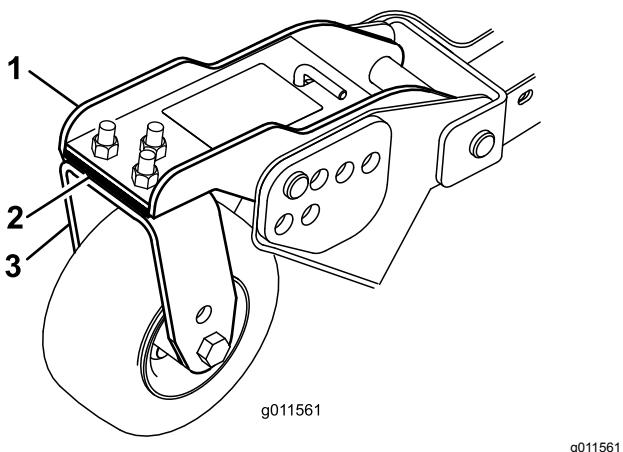

Figura 31
3. Si el borde interior de la unidad de corte lateral está demasiado alto respecto al borde exterior de la unidad de corte delantera, retire un suplemento de 3 mm de la parte inferior del brazo interior delantero de la rueda giratoria en la unidad de corte lateral (Figura 31). Vuelva a comprobar la medida entre los bordes exteriores de ambas unidades de corte laterales y el borde interior de las unidades de corte laterales y el borde exterior de la unidad de corte delantera.
Gire la cuchilla de cada eje hasta que los extremos estén orientados hacia adelante y hacia atrás. Mida desde el suelo hasta la punta delantera del filo de corte. Ajuste los suplementos de 3 mm de las horquillas de las ruedas giratorias delanteras hasta que la altura de corte corresponda con la marca de la pegatina (Figura 31). Para el eje de la cuchilla exterior solamente, consulte Ajuste de la inclinación de la unidad de corte.